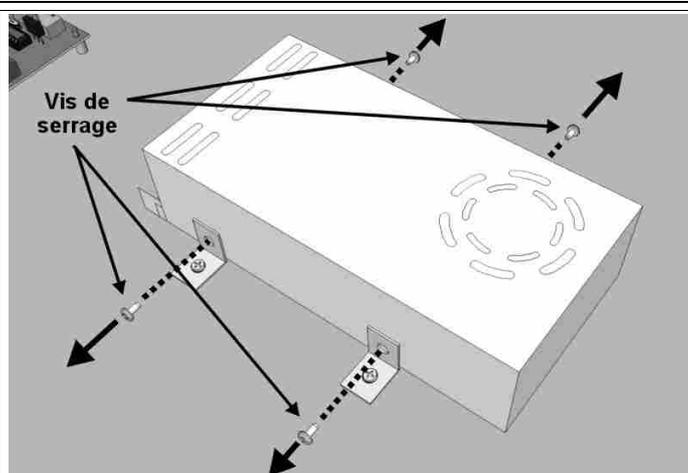

Fig. 22: Remplacement de l'alimentateur
2. Repérez l'alimentateur (Fig. 22) à remplacer et, au moyen d'un tournevis cruciforme, déconnectez les câbles du bornier en notant leur position.
3. Avec le même tournevis, ôtez les quatre vis de serrage (Fig. 22) aux côtés de l'alimentateur et extrayez-le de son logement.